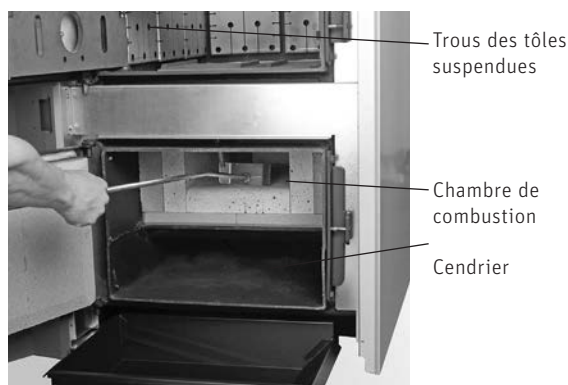

Fig. 28 Retirer les cendres de la chambre de combustion et du cendrier
- Placer le tiroir à cendres sous la porte de cendrier (porte du bas). Ouvrir la porte de cendrier et supprimer la totalité des cendres produites de la chambre de combustion et du cendrier - Fig. 28.